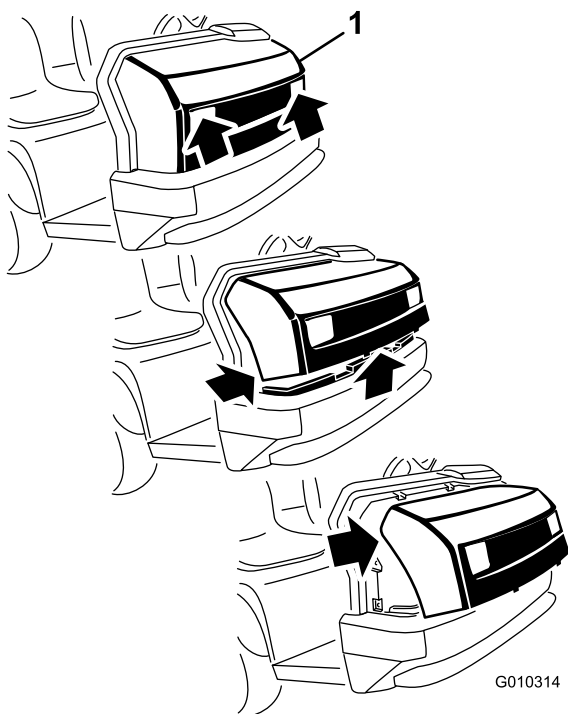

Figura 28
1. Apucând capota de orificiile farurilor, ridicai-o pentru a elibera proeminenele de montare inferioare din fantele cadrului (Figura 28).
2. Pivotați partea de jos a capotei în sus până când puteți trage proeminenele de montare superioare din fantele cadrului (Figura 28).
3. Pivotați partea superioară a capotei în față și deconectați conectorii cablurilor de la faruri (Figura 28).
2. Introduceți proeminenele de montare superioare în fantele cadrului (Figura 28).
3. Introduceți proeminenele de montare inferioare în fantele cadrului (Figura 28).